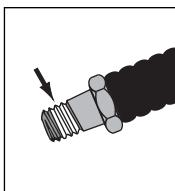

Figura 6
- IMPORTANT:** Când utilizați bandă Teflon®, aplicați banda lăsând un pas de filet liber la capătul fittingului, pentru a preveni pătrunderea bucătăilor de bandă în sistemul hidraulic. Vezi figura 6.